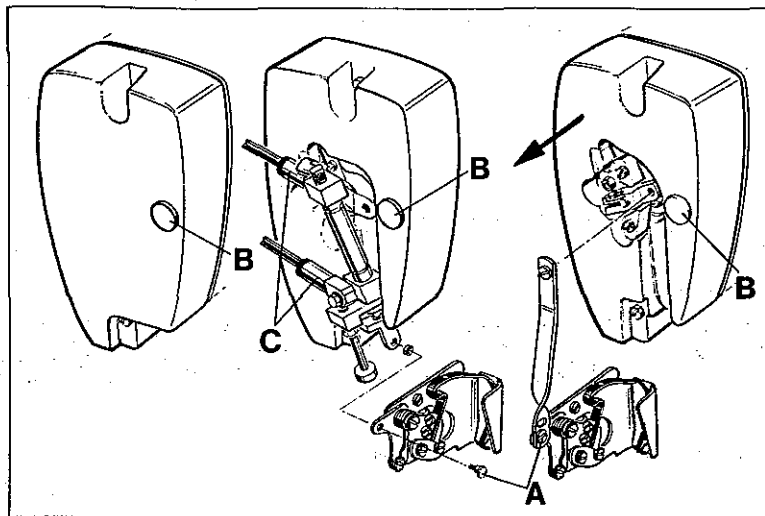
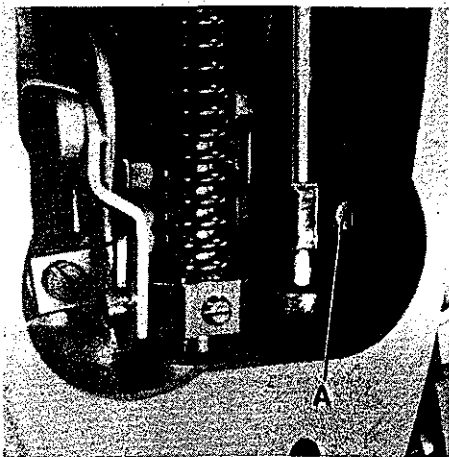
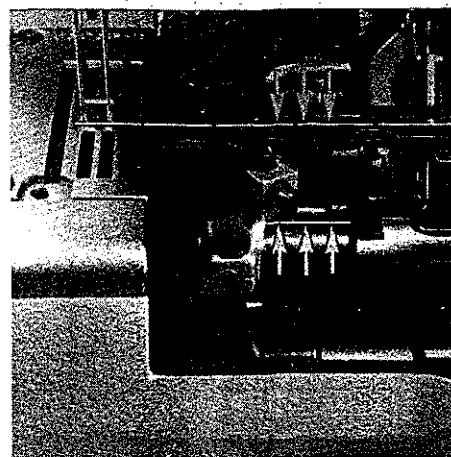
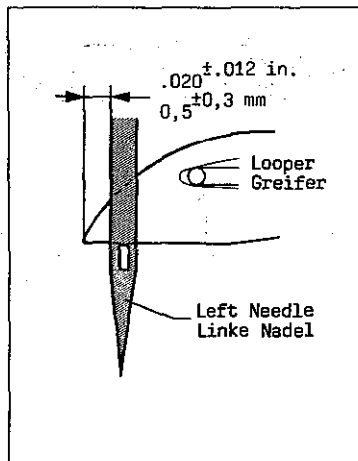

Fig.18
Fig. 19
Fig.20
Fig. 22
1. Remove the head cover*, presser foot and feed dogs. For removing the head cover on styles with thread wiper also shoulder screw (A, Fig. 18) on bell crank lever of thread wiper has to be screwed out. On styles equipped with pneumatic thread wiper additionally the PA-tubes have to be disconnected on the straight connectors (C) of the air cylinder. On styles with solenoid operated thread wiper the head cover has to be removed horizontally (in direction of the arrow) to avoid damaging of plug and receptacle.
3. Loosen screw (A, Fig. 19) and turn needle bar as required, so the needles center in the needle holes of throat plate and are parallel to the looper shaft (see Fig. 20). This can be checked by holding a ruler against the needles.
4. Retighten screw (A, Fig. 19).
1. Entfernen Sie den Kopfdeckel*, Drückerfuß und Transporteure. Zum Entfernen des Kopfdeckels muß bei Maschinen mit Fadenzieher auch die Ansatzschraube (A, Fig. 18) am Winkelhebel des Fadenziehers herausgedreht werden. Bei Maschinen, die mit pneumatischem Fadenzieher ausgerüstet sind, müssen zusätzlich die PA-Schläuche an den geraden Verschraubungen (C), am Luftzylinder gelöst werden. Bei Maschinen mit magnetisch betätigtem Fadenzieher muß der Kopfdeckel horizontal (in Pfeilrichtung) abgezogen werden, damit Stecker und Steckbuchse nicht beschädigt werden.
3. Lösen Sie die Schraube (A, Fig. 19) und drehen Sie die Nadelstange so, daß die Nadeln mittig in die Stichlöcher der Stichplatte einstechen und parallel zur Greiferwelle stehen (siehe Fig. 20). Dies kann durch Anlegen eines Lineals an die Nadeln geprüft werden.
4. Ziehen Sie die Schraube (A, Fig. 19) wieder an.
* The needle bar can also be aligned and set to height without removing the head cover. For this, remove plug (B, Fig. 18) in the head cover to have access to screw (A, Fig. 19) in the needle bar connection. Remount the plug.
* Die Nadelstange kann auch ohne Abbau des Kopfdeckels ausgerichtet und auf die Höhe eingestellt werden. Entfernen Sie dazu den Verschlussstopfen (B, Fig. 18) im Kopfdeckel, damit die Schraube (A, Fig. 19) im Nadelstangen-Mitnehmer zugänglich wird. Montieren Sie den Verschlussstopfen wieder.
The height of needle bar is correct, when the looper point at its travel from right to left is 0,5 mm (.020 in.) left of the left needle (see Fig. 22) and the top of the needle eye is flush with the underside of the looper. For adjustment loosen screw (A, Fig. 19)* and move needle bar up or down as required. Retighten screw (A).
Die Nadelstangenhöhe ist richtig eingestellt, wenn die Greiferspitze bei ihrem Weg von rechts nach links 0,5 mm links der linken Nadel steht (siehe Fig. 22) und Oberkante Nadelöhr und Unterkante Greifer in gleicher Höhe stehen. Lösen Sie für diese Einstellung die Schraube (A, Fig. 19)* und schieben Sie die Nadelstange nach Bedarf nach oben oder unten. Ziehen Sie die Schraube (A) wieder an. Beachten Sie, daß bei dieser Einstellung die Nadelstange nicht verdreht wird.
* Die Nadelstange kann auch ohne Abbau des Kopfdeckels ausgerichtet und auf die Höhe eingestellt werden. Entfernen Sie dazu den Verschlußstopfen (B, Fig. 18) im Kopfdeckel, damit die Schraube (A, Fig. 19) im Nadelstangen-Mitnehmer zugänglich wird. Montieren Sie den Verschlußstopfen wieder.